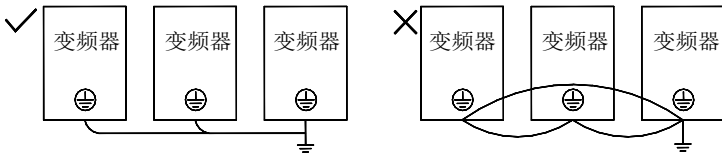

图 3-11 接地线连接方法
- 同时使用两台以上变频器的场合, 请勿将接地线形成回路。正确接地方法与错误接地方法如图 3-11 所示。